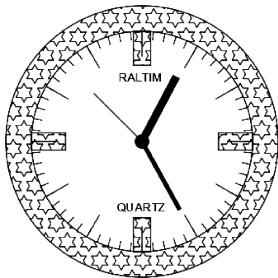

图 6-4 挂钟
本实例绘制的挂钟如图 6-4 所示。首先利用“直线”命令绘制分、时、四分时刻度，然后利用“创建块”命令将其创建成块，再利用“定数等分”命令将分、时、四分时刻度插入到表盘中，利用“多段线”和“直线”命令绘制时针、分针和秒针，最后利用“图案填充”命令填充表盘，完成挂钟的绘制。
(17) 单击“默认”选项卡“绘图”面板中的“图案填充”按钮，在打开的“图案填充创建”选项卡中，将图案设置成“STARS”。依次选中表盘的内外圆和四个四分时刻度矩形填充图案，确认后生成如图 6-4 所示的挂钟。